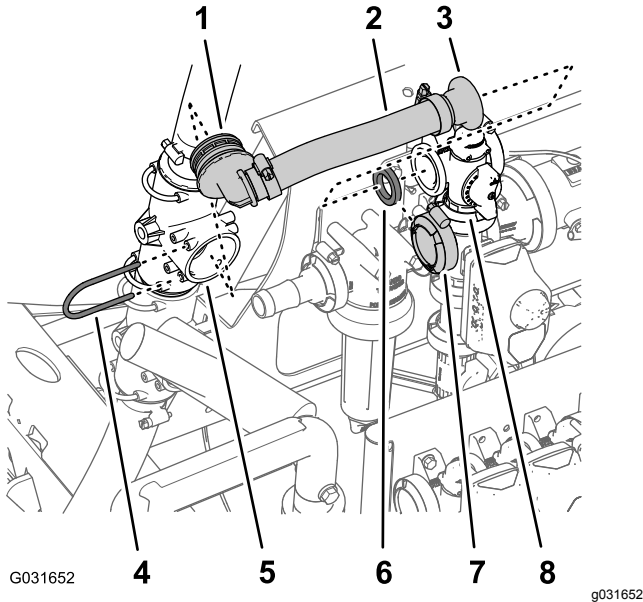

Рисунок 217
1. Снимите держатель, который крепит прямоугольный штуцер типа «елочка» перепускного шланга к верхнему тройнику, и снимите прямоугольный штуцер с тройника (Рисунок 217).
2. Снимите фланцевый хомут, который крепит прямой фланцевый штуцер с прокладкой к фланцу клапана перемешивания, и снимите перепускной шланг с машины (Рисунок 217).